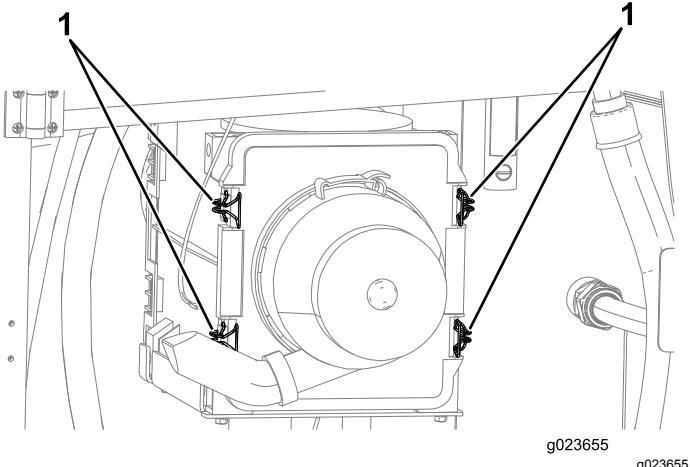

Figura 88
5. Tire hacia fuera de los 4 cierres de la tapa del limpiador de aire (Figura 88).
4. Empuje la tapa del limpiador de aire hacia dentro hasta que quede correctamente asentada, y sujetela con los cierres (Figura 88).